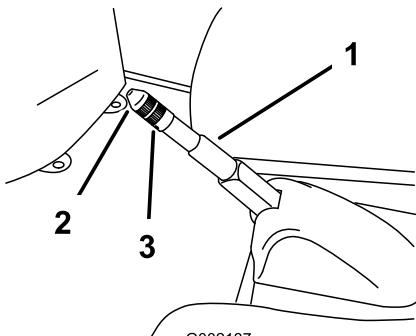

Рисунок 45
- Ослабьте установочный винт, который крепит головку к рычагу стояночного тормоза (Рисунок 45).